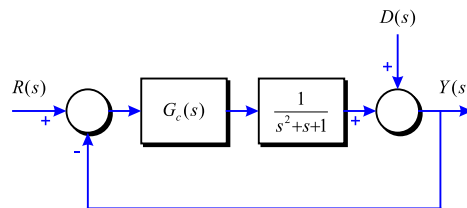

Figura 3-24
**Problema 80** Donat el sistema de la Figura 3-24, raoneu quin tipus de controlador serà necessari per a que l'error estacionari sigui nul tant per a un canvi de consigna com per a una pertorbació graó.